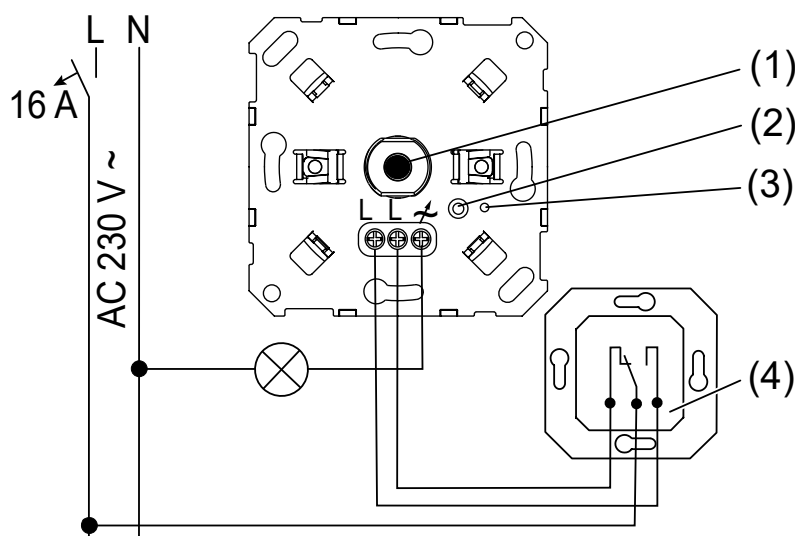

Figura 2: Collegamento in circuito con deviatori
- Collegamento opzionale con invertitore (4) (Vedi figura 2)